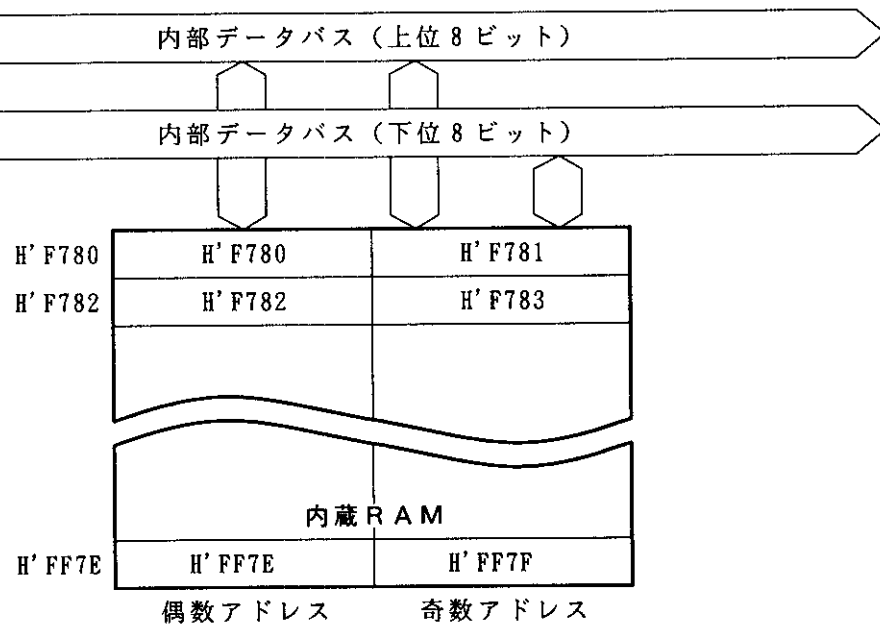

図7.1 RAMのブロック図
7.1.1 ブロック図	7-1
RAMのブロック図を図7.1に示します。